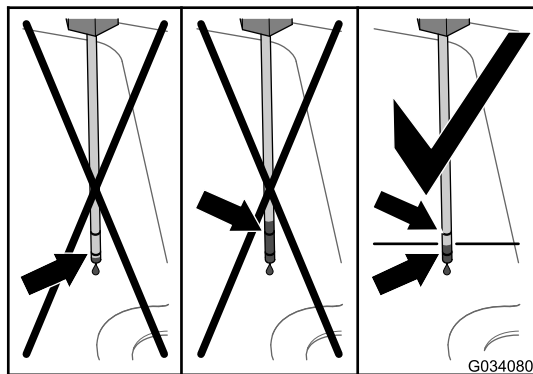
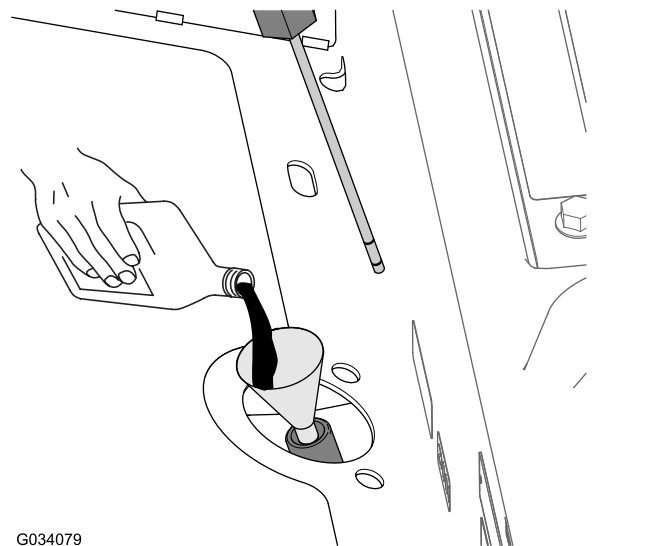

Figura 79
Figura 80
4. Retire a vareta e verifique o nível de fluido (Figura 79).
5. Se o nível do fluido está abaixo da marca inferior da vareta, adicione o fluido hidráulico especificado no tubo de enchimento (Figura 80) até que o nível de fluido suba entre as marcas superior e inferior quando verificado com a vareta (Figura 79).
6. Adicione o fluido hidráulico especificado no tubo de enchimento (Figura 80 em) até que o nível de fluido na caixa da transmissão (reservatório) se encontre a meio entre as marcas superior e inferior da vareta (Figura 79).